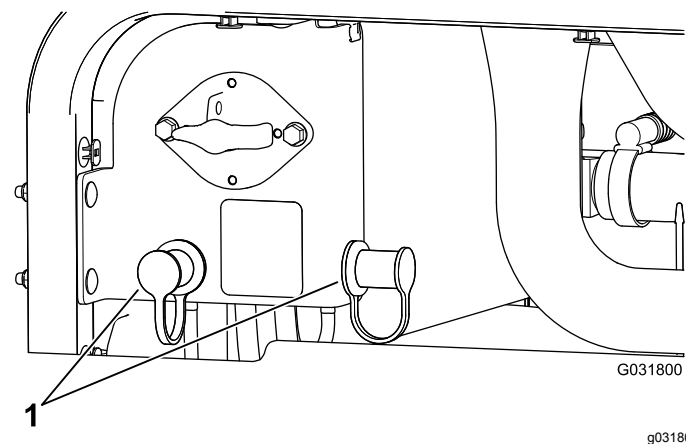

Figura 114
- 3. Retire as coberturas dos polos de arranque (Figura 114).
3. Retire as coberturas dos polos de arranque (Figura 114).